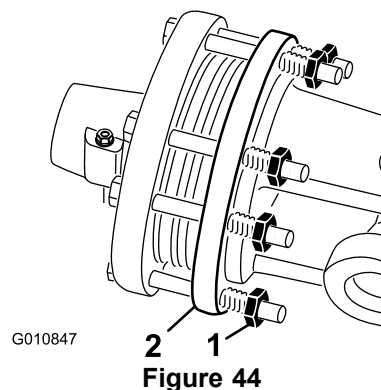

Figure 44
1. En fin de saison, dévissez chacun des écrous de l'embrayage de 2 tours (Figure 44).